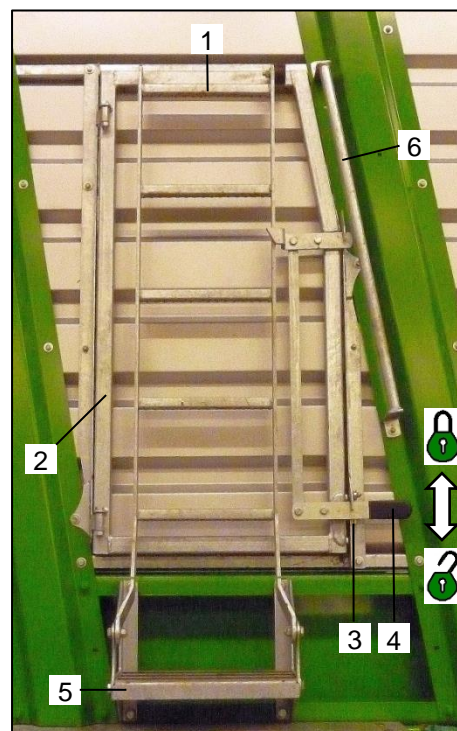

Bild 31: Aufstiegsleiter und Einstiegstür
Um die Einstiegstür (Bild 31 / Pos.2) wieder zu verschließen und die Aufstiegsleiter (Bild 31 / Pos.1) wieder in die oberste Position zurück zu führen, ist wie folgt vorzugehen:
- Durch nach unten Ziehen des Hebels (Bild 31 / Pos.4) die Einstiegstür (Bild 31 / Pos.2) entriegeln  und komplett schließen. Der Hebel bleibt anschließend in entriegelter Stellung .
- Die Aufstiegsleiter (Bild 31 / Pos.1) mit beiden Händen nach oben schwenken, bis sie komplett an der Einstiegstür (Bild 31 / Pos.2) anliegt.
- Durch nach oben Führen des Hebels (Bild 31 / Pos.4) die Aufstiegsleiter (Bild 31 / Pos.1) und die Einstiegstür (Bild 31 / Pos.2) gleichzeitig verriegeln . Die Sicherung (Bild 31 / Pos.3) verriegelt dabei automatisch und verhindert ein unbeabsichtigtes Öffnen.